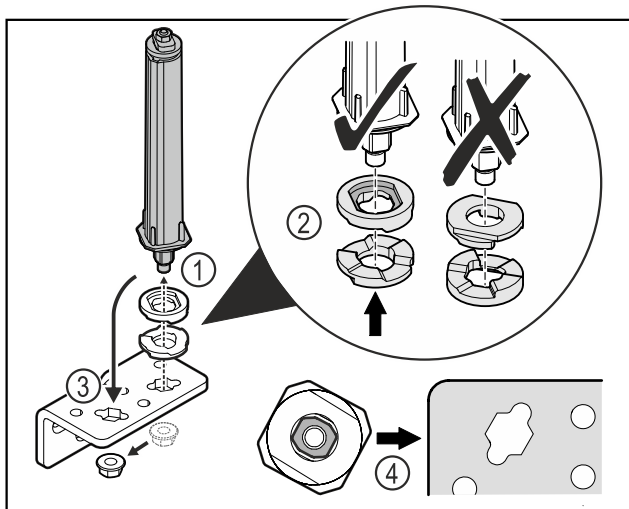

Fig. 25
- Отпустите гайку и демонтируйте систему закрытия двери Fig. 25 (1).
- Учитывайте правильность выравнивания шайб для регулировки высоты Fig. 25 (2).
- Переставьте систему закрытия двери в шарнирном уголке и зафиксируйте гайкой Fig. 25 (3).
- При установке учитывайте правильность выравнивания системы закрытия двери Fig. 25 (4).